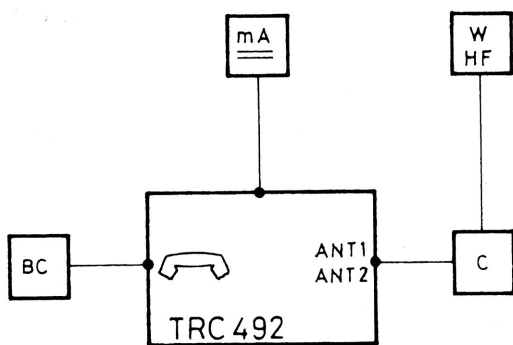

Fig.5.3.5.5
- Realisar el montaje fig. 5.3.5.2
- Realisar el montaje fig. 5.3.5.3
- Réaliser le montage de la figure 5.3.5.3
- Réaliser le montage. Fig. 5.3.5.5